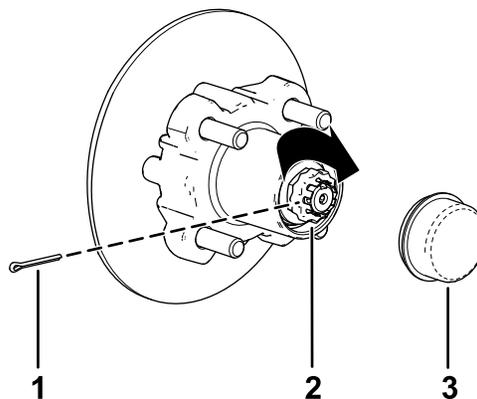

図 37
8. ナットの上からリテーナを取り付け、リテーナのスロットとスピンドルのスロットが整列しているかどうか確かめる 図 37。
9. コッターピンを取り付け、ピンの足をリテーナに巻き付けるように曲げる 図 37。
10. ハブにダストキャップを取り付ける 図 37。